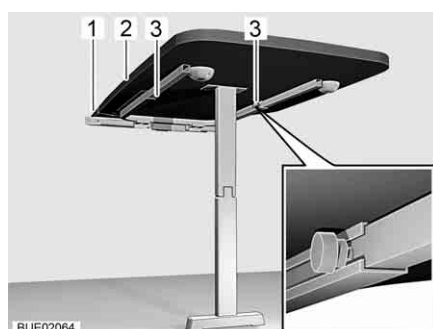

Fig. 125 Tavolo sospeso con supporto snodabile
- Svitare le due viti a testa cilindrica zigrinata (Fig. 125,3).
- Sollevare leggermente il piano del tavolo (Fig. 125,2) sul davanti ed estrarlo fino all'arresto. La prolunga del tavolo è ora completamente estratta.
- Inserire la prolunga del piano del tavolo (Fig. 125,1) nella prolunga del tavolo.
- Sollevare leggermente il piano del tavolo (Fig. 125,2) dal davanti ed estrarlo.
- Rimuovere la prolunga del piano del tavolo (Fig. 125,1) e stivarla in modo sicuro.